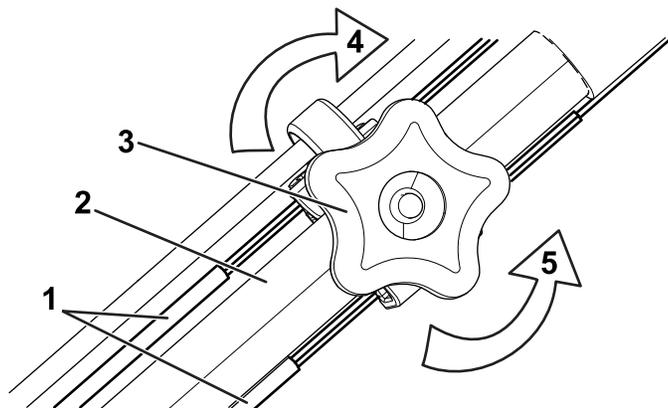

図 31
- 調整ねじを左に回してケーブルの調整をゆるめる 図 31。
- 両方のケーブル 図 31 を押し引きして適当なテンションに調整できたら、両方が同じ長さになるようにしてその位置に保持する。